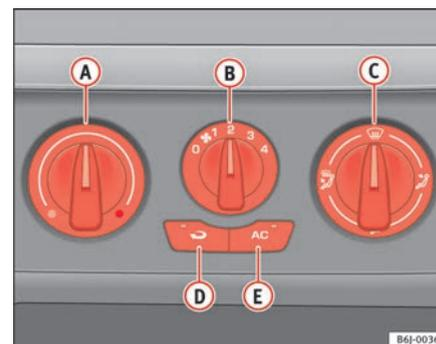

Fig. 88 Comandos do Ar Condicionado no painel de instrumentos
- Com os reguladores ⇒ fig. 88 **A** e ⇒ fig. 88 **C** e com o comando ⇒ fig. 88 **B** é ajustada a temperatura, a distribuição do ar e a velocidade do ventilador.